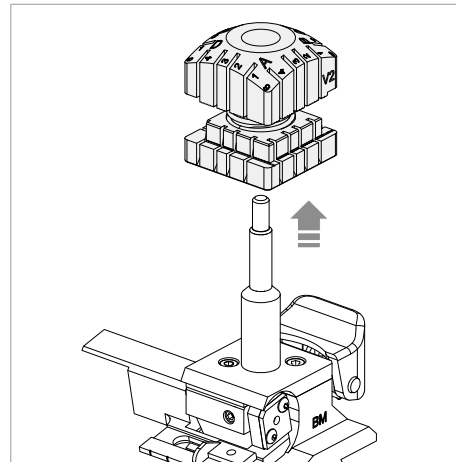

Fig. 138
- 4) Verwijder de spanbek naar boven toe (Fig. 138).
- 7) Draai de draaiknop (P).